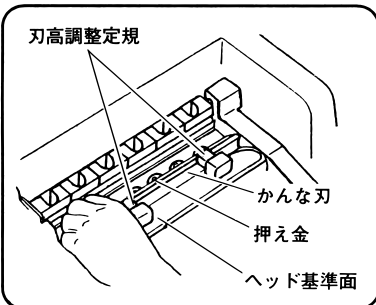

図 40
- (4) 付属の刃高調整定規でかんな刃を押し入れ、ヘッドの基準面に刃高調整定規 2 個を取付けます。（図 40）